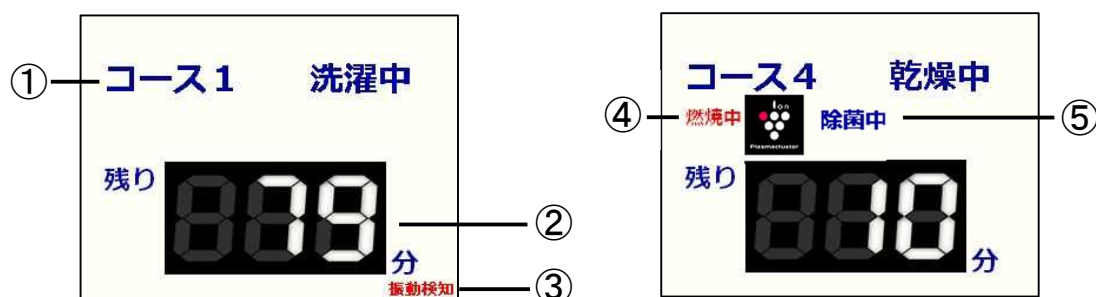

図 7-2
7. 1. 2 運転中の画面(図 7-2)
- ① 現在の工程が表示されます。
- ② 残りの運転時間が表示されます。
- ③ 振動検知スイッチが作動していると表示されます。(7. 1. 7参照)
- ④ 乾燥工程時、燃焼中は乾燥が赤文字になります。
- ⑤ 乾燥運転時にプラズマクラスターイオンが供給され、槽内にイオンを放出して衣類を除菌※します。
振動検知スイッチが作動している時に、図 7-2 のように画面の中に赤字で“振動検知”と表示されます。
又は、運転中の画面(図 7-2)を長押ししてメイン画面に移動します。その後、試運転画面に移動します。試運転画面で 停止 を2回押すことで、本機を完全停止できます。(図 7-22)